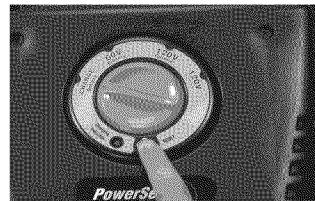

Figura 23 - Oprima el cortacircuitos
4. Presione el botón blanco del cortacircuitos para que entre en el bastidor para reconectar (vea la Figura 23). El botón deberá quedar deprimido cuando lo suelte. Enchufe el cordón de potencia de la podadora en el cordón de extensión, si usa la potencia de 110V.